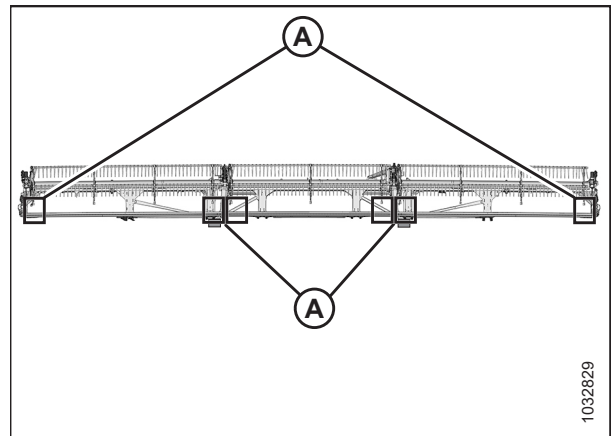

Рисунок 4.264: Точки вимірювання на жатці FlexDraper® — потрійне мотовило
- Жатки з потрійним мотовилом: Рисунок 4.264, стор. 441